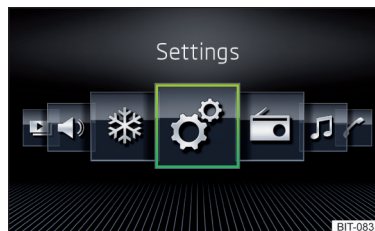

Fig. 189
- Select the **Grid display** » Fig. 188 or **Horizont. Display** » Fig. 189 option.